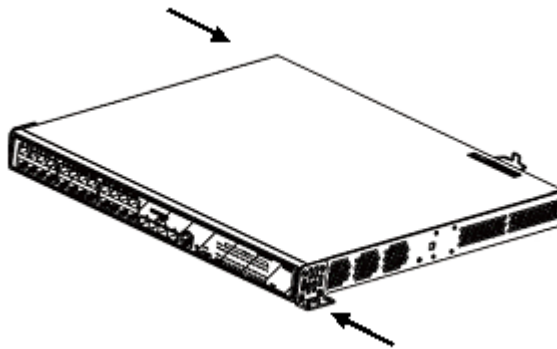

図 8-12 装置への固定例
3. 取り付け金具を装置に固定する例を図 8-12 に示します。取り付け金具は前後 1 か所ずつ装置に固定してください。左右それぞれ、前後の指定はありません。